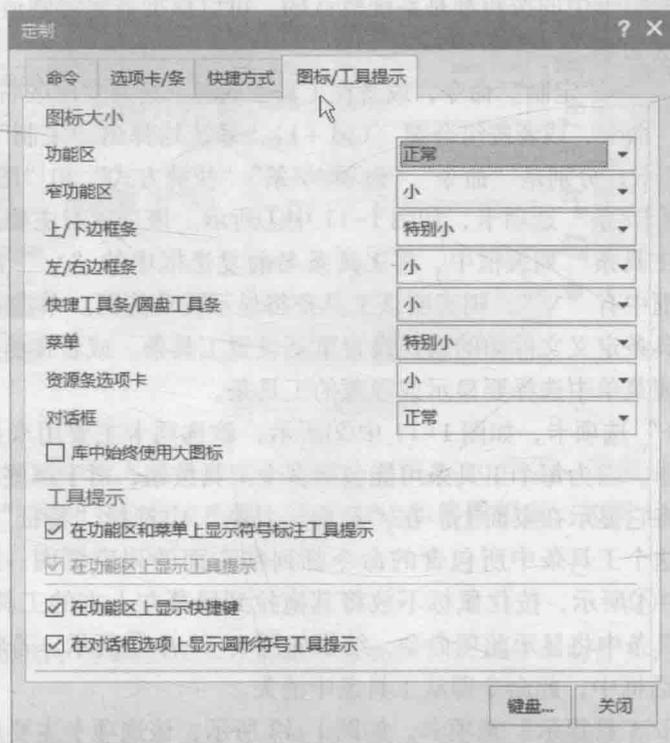

图 1-12 “图标/工具提示”选项卡
4) 单击“图标/工具提示”选项卡，如图 1-12 所示，该选项卡主要用来设定工具条中图标的大小、菜单中图标的大小。系统提供了 5 种尺寸规格，可以根据习惯选择。